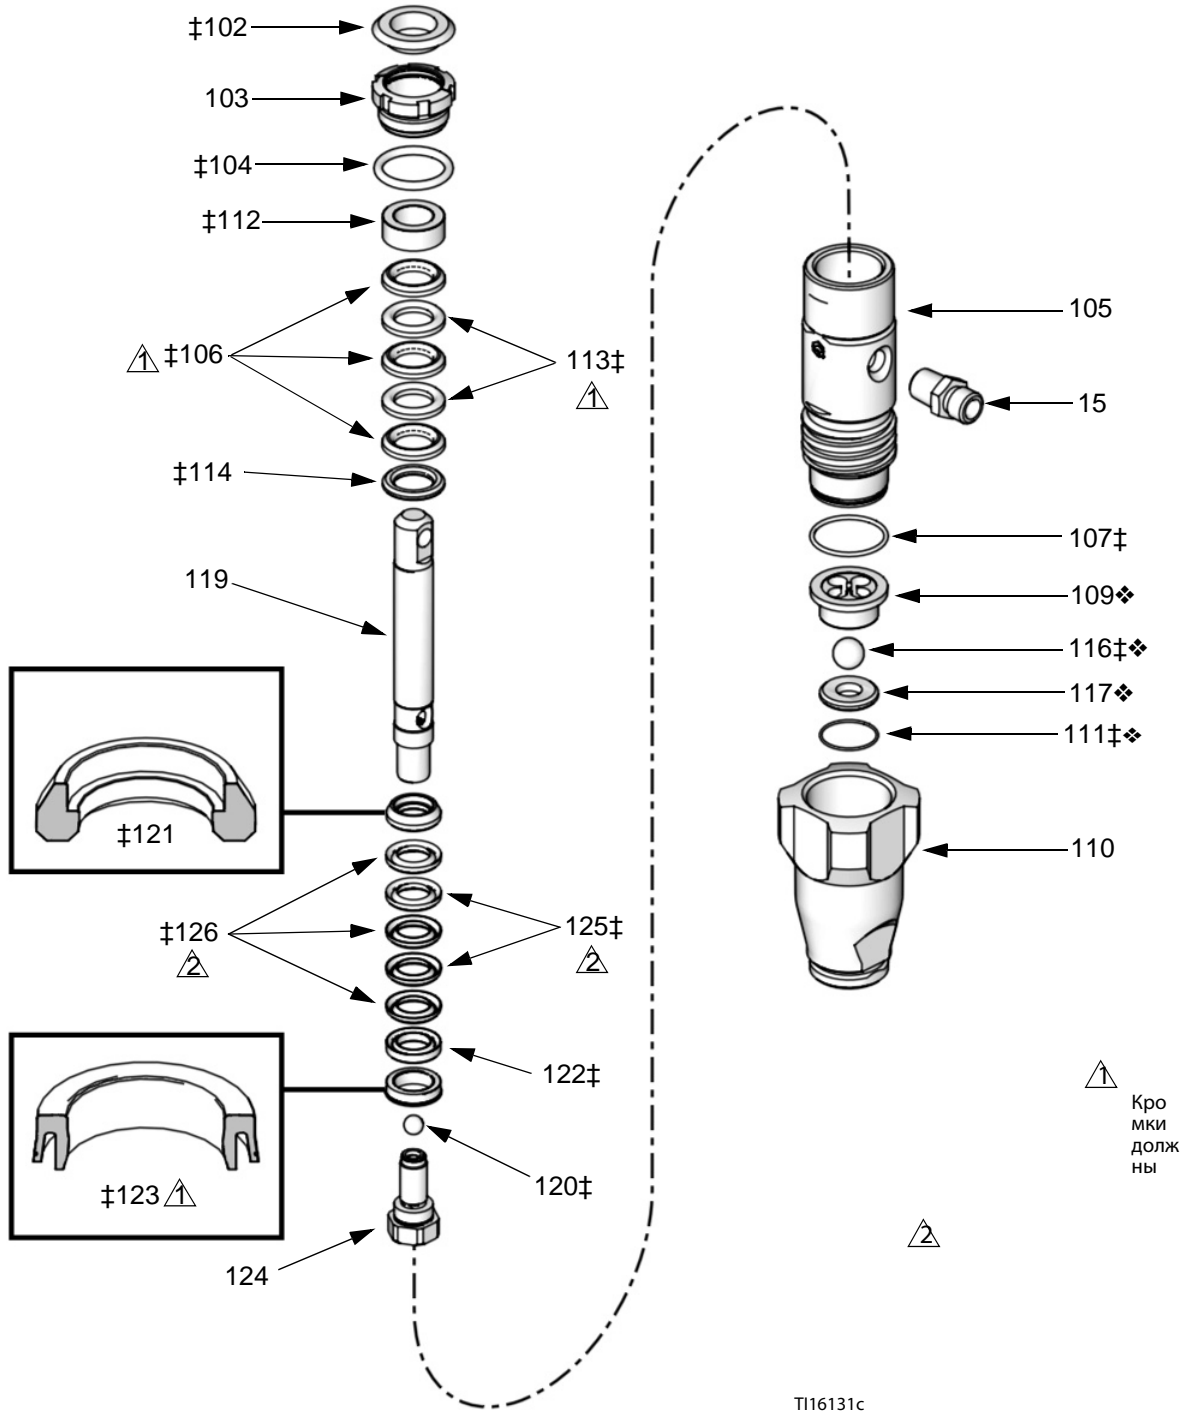

Рис. 7. Поршневой насос
4. Извлеките корпус впускного клапана (110). См. Рис. 7.
5. Очистите или замените шариковую направляющую (109), шарик (116), седло (117) и уплотнительное кольцо (111).
6. Установите уплотнительное кольцо (111‡), седло (117), и впускной шар (116‡) и направляющую шара (109) во впускной корпус (110).
7. Навинтите корпус впускного клапана (110) на цилиндр (105). Затяните с усилием 95–108 Н·м (70–80 футофунтов).
2. См. Рис. 7. Ослабьте герметизирующую гайку (103) с помощью отвертки и молотка. Снимите уплотнительное кольцо (104).
3. Выкрутите цилиндр (105) из корпуса впускного клапана (110). Вместе с цилиндром из корпуса вынимаются шток и узел поршня.
4. Извлеките шариковую направляющую (109), шарик впускного клапана (116), седло (117) и уплотнительное кольцо (111) из корпуса впускного клапана (110).
5. Вытащите из нижней части цилиндра шток и узел поршня. Извлеките из цилиндра уплотнительное кольцо (107).
7. Зажмите шток (119) в тисках и выверните поршень (124). Не уроните шарик поршня (120). Снимите с поршня уплотнения.